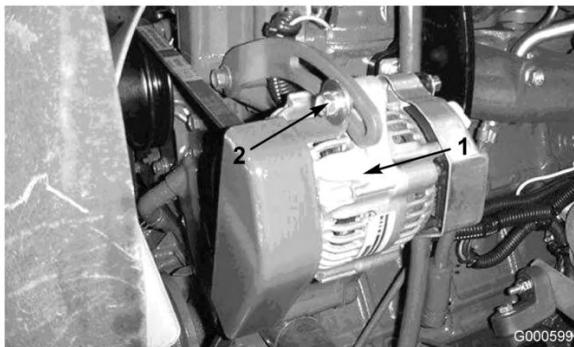

Figura 55
Verifique o estado e a tensão das correias (Figura 55) após cada 100 horas de funcionamento.
2. Se o desvio obtido não for igual a 10 mm, deverá libertar as cavilhas de montagem do alternador (Figura 55). Aumente ou diminua a tensão da correia do alternador e aperte os parafusos. Verifique uma vez mais a deslocação da correia para se certificar de que a tensão está correcta.